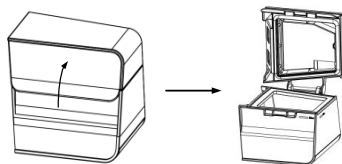
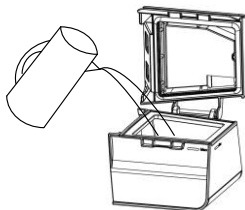

Fig. 14-2
Fig. 14-3
(1) Scoateți camera de apă, deschideți capacul așa cum se arată în Fig. 14-2 și umpleți camera de apă cu aproximativ 360 ml de apă, așa cum se arată în Fig. 14-3. Asigurați-vă că apa nu depășește linia maximă a nivelului apei.